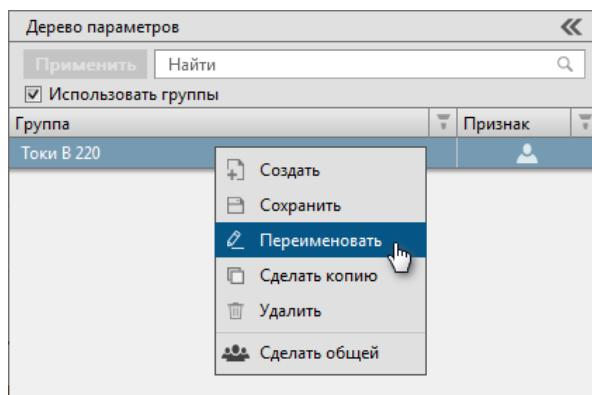

Рисунок 28 - Переименовать
- Нажмите ПКМ по выбранной группе сигналов и выберите команду Переименовать (Рисунок 28).